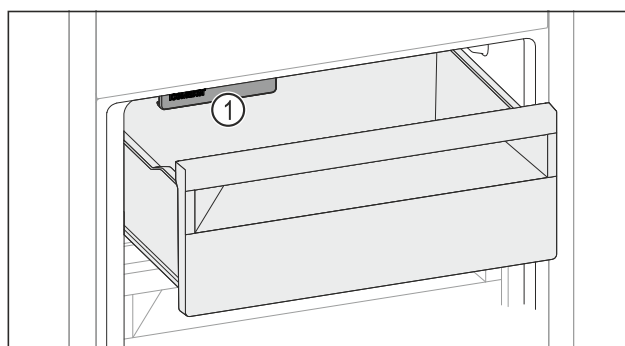

Fig. 157
- ▶ Vær opmærksom på IceMaker Fig. 157 (1).